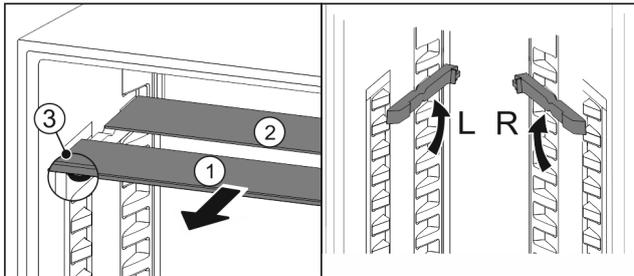

Fig. 24
- estrarre i ripiani di vetro singolarmente tirando in avanti Fig. 24 (1).
- ▷ Il piano in vetro Fig. 24 (1) con il motivo ornamentale è nella parte anteriore.
- ▷ I fermi Fig. 24 (3) sono rivolti verso il basso.